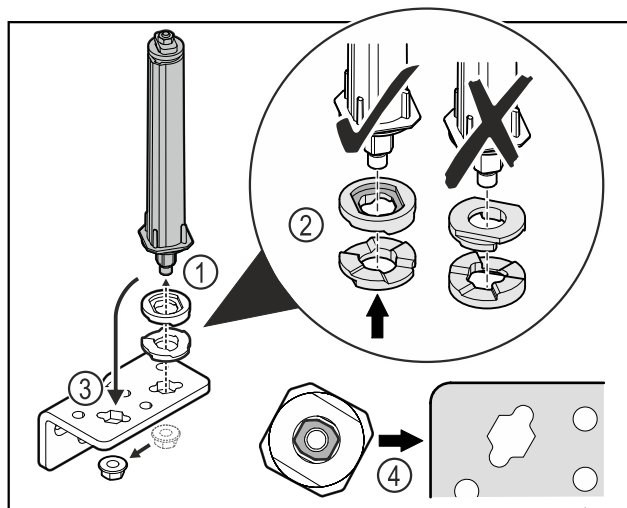

Fig. 37
- Otpustite maticu i skinite sustav zatvaranja vrata Fig. 37 (1).
- Pazite na ispravno poravnanje pločica za namještanje visine Fig. 37 (2).
- Premjestite sustav zatvaranja vrata u kutnim šarkama i pričvrstite ga maticom Fig. 37 (3).
- Pri umetanju pazite na ispravno poravnanje sustava zatvaranja vrata Fig. 37 (4).